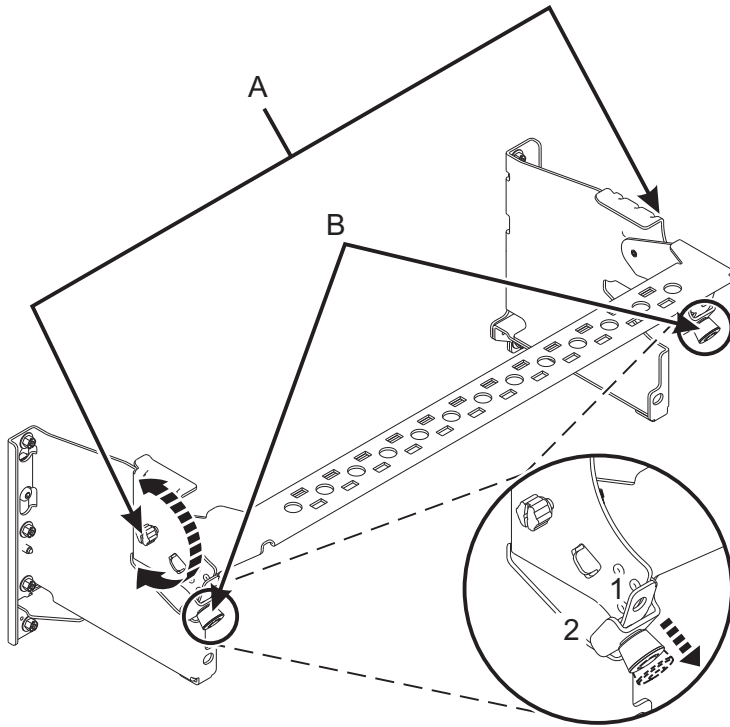

Figura 48. Col·locació de la peça de subjecció portacables en posició operativa
5. Poseu la peça de subjecció portacables en posició operativa. Consulteu la Figura 48 a la pàgina 48.